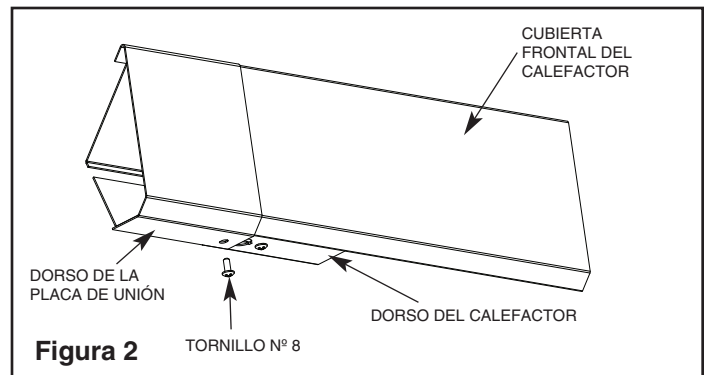

Figura 2
- Localice la cubierta de la placa de unión. Enganche la parte superior de la cubierta en las cubiertas frontales de los calefactores. Alinee la ranura de la cubierta de la placa de unión con el agujero posterior del calefactor izquierdo. Asegure la cubierta de la placa de unión con el tornillo N° 8-18 x 3/8" (vea la Figura 2).